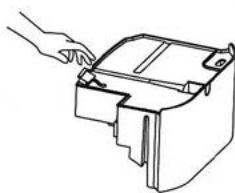

Рис. 3
3. Снимите резиновую пробку. Наклоните резервуар над раковиной и вылейте из него воду (рис. 3). При вылипании воды обратите внимание на то, чтобы из резервуара не выпала крышка (8).
2. Отключите шнур питания от электрической сети. Обеспечьте свободный доступ к задней панели прибора (рис. 3).